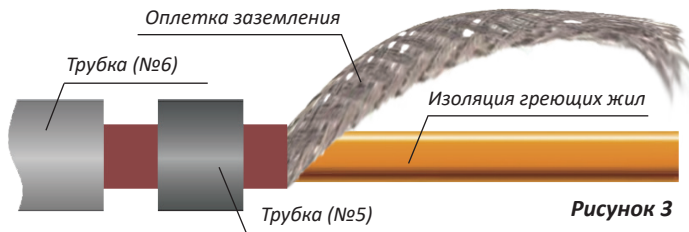

Рисунок 3
6.3. Расплести оплётку заземления, затем собрать в пучок и расправить в одной плоскости. На конце пучка скрутить для фиксации целостности пучка. Отогнуть получившийся пучок в сторону (чтобы он не мешал) (рис.3)